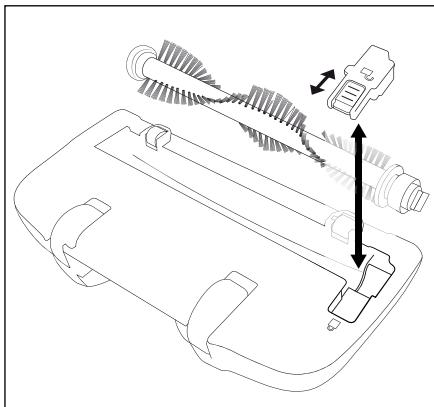

Abb. 4
- 2) Schieben Sie die Verriegelung an der Abdeckplatte Richtung -Symbol und nehmen Sie die Abdeckplatte ab (Abb. 4).
- 3) Nehmen Sie die Bürstenrolle **⑯** raus.
- 4) Entfernen Sie Verschmutzungen (auf beiden Seiten der Borsten) und säubern Sie die Bürstenrolle **⑯**. Nehmen Sie dafür ein feuchtes Tuch und wischen von innen nach außen die einzelnen Borstenbündel ab.
- ▶ Um festsitzende Haare und Fäden zu entfernen, können Sie das Messer **⑯** benutzen:
- Klappen Sie die Klinge des Messers **⑯** vorsichtig aus dem Griff heraus und zerschneiden Sie festsitzende Haare und Fäden.
- Entfernen Sie die zerschnittenen Haare und Fäden aus der Bürstenrolle **⑯**.
- 7) Setzen Sie die Abdeckplatte wieder auf und verriegeln Sie sie, indem Sie die Verriegelung Richtung -Symbol schieben (Abb. 4).